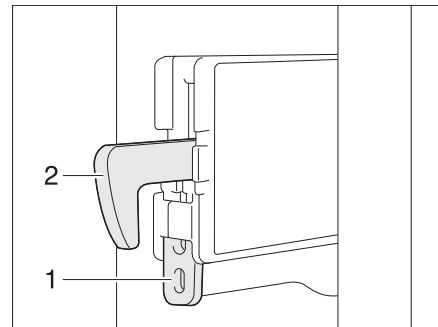

Fig. 329 Fijación del gancho de bloqueo
- Presionar la fijación (Fig. 329,1) hacia arriba. El gancho de bloqueo (Fig. 329,2) se presiona hacia arriba y ya no estará funcionando.
- Presionar el gancho de bloqueo (Fig. 329,2) hacia abajo. El gancho de bloqueo volverá a funcionar.